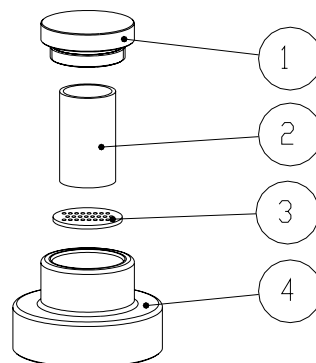

Рис. 3
7.2. Замена фильтровального вкладыша осушителя (Рис.3)